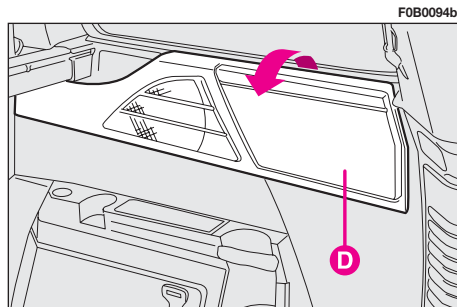

fig. 127
– compartimientos portadocumentos **D**-fig. 127 ubicados en los paneles laterales de la tercera fila (para versiones/países, donde esté previsto). Para utilizarlos, ábralos en el sentido indicado por la flecha.